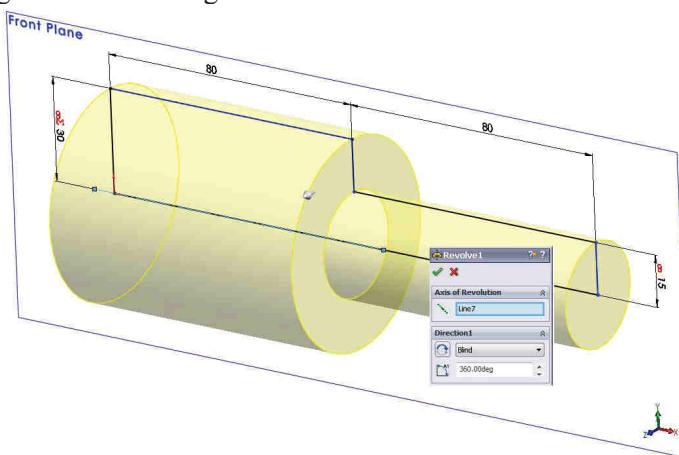

Fig. 11.6
- În caseta **Boss-Extrude** PropertyManager, sub zonele **Direction 1** și **Direction 2** se vor completa, fig. 11.6:
- In the PropertyManager, under **Direction 1**, fig. 11.6: